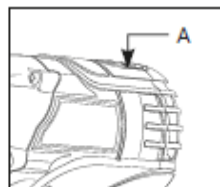

Fig. 3
- Het gereedschap wordt aangebracht met het lampje voor het accuvermogen (A) op de bovenste opvulling voor eenvoudig zicht. (Fig. 3)